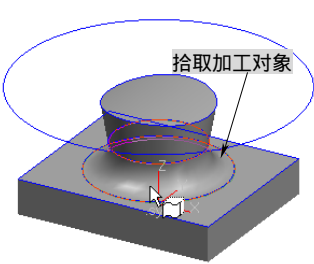

图 8-285 拾取加工对象
5) 完成加工参数设置后,单击“确定”按钮,系统在界面的左下方提示“拾取加工对象”,直接拾取如图 8-285 所示的实体表面,拾取的表面立即变为红色,单击鼠标右键结束拾取。系统继续提示“拾取进刀点”,直接拾取曲面边界任意一点即可。